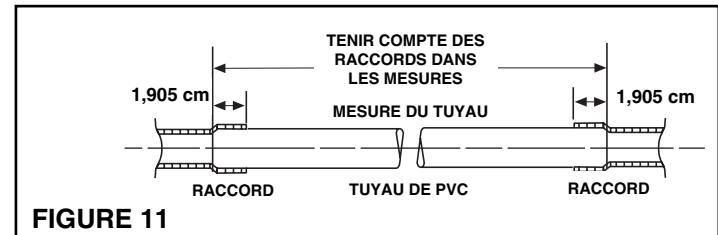

FIGURE 11
- Voyez la figure 11. Mesurez la longueur du tuyau nécessaire pour raccorder la prise à la ligne principale. Accordez approximativement 1,905 cm de tuyauterie pour insertion dans les raccords.